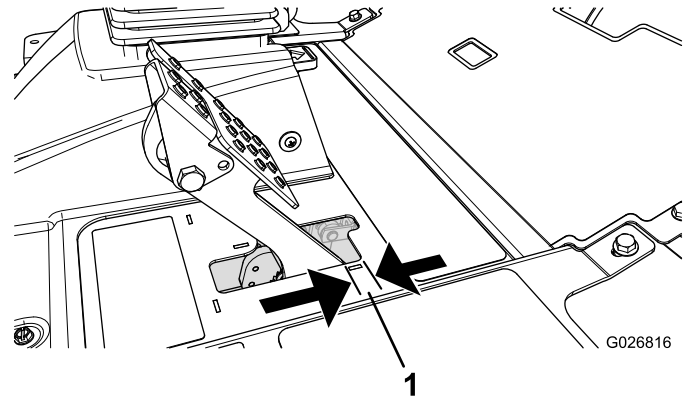

Bild 97
Stellen Sie die Bremsen ein, wenn das Bremspedal mehr als 2,5 cm Spiel hat, oder wenn die Bremsen nicht mehr gut genug greifen (**Bild 97**). Als Spiel gilt der Abstand, den das Bremspedal zurücklegt, bevor ein Bremswiderstand spürbar ist.
2. Ziehen Sie die hintere Mutter an, um den Zug nach hinten zu bewegen, bis das Bremspedal ein Spiel zwischen 0,63 mm bis 1,27 cm aufweist, bevor die Radsperrung auftritt (**Bild 97**).